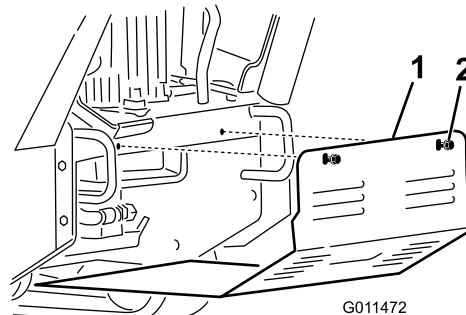

Bild 27
2. Lösen Sie nacheinander die 2 Schrauben, mit denen das untere Schutzblech befestigt ist, bis Sie es abnehmen können (Bild 27).
2. Schieben Sie das untere Schutzblech so in die Maschine, dass es auf allen vier Laschen sitzt (Bild 27).